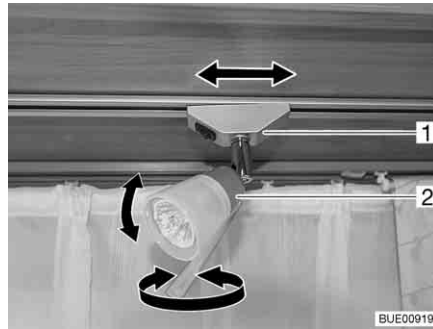

Bild 59 Spotlight
**Vrida:** ■ Ta tag i huset (Bild 59,2) och vrid.
**Förskjuta:** ■ Ta tag i fästet (Bild 59,1) och vrid runt ca 45°.
**Ta av:** ■ Ta tag i fästet (Bild 59,1) och vrid runt 90°.